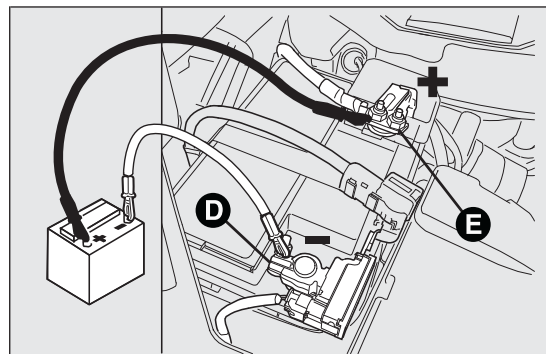

fig. 130
- ☐ conectar el cable positivo del aparato de carga al polo positivo de la batería E fig. 130 y el cable negativo al borne del sensor D;